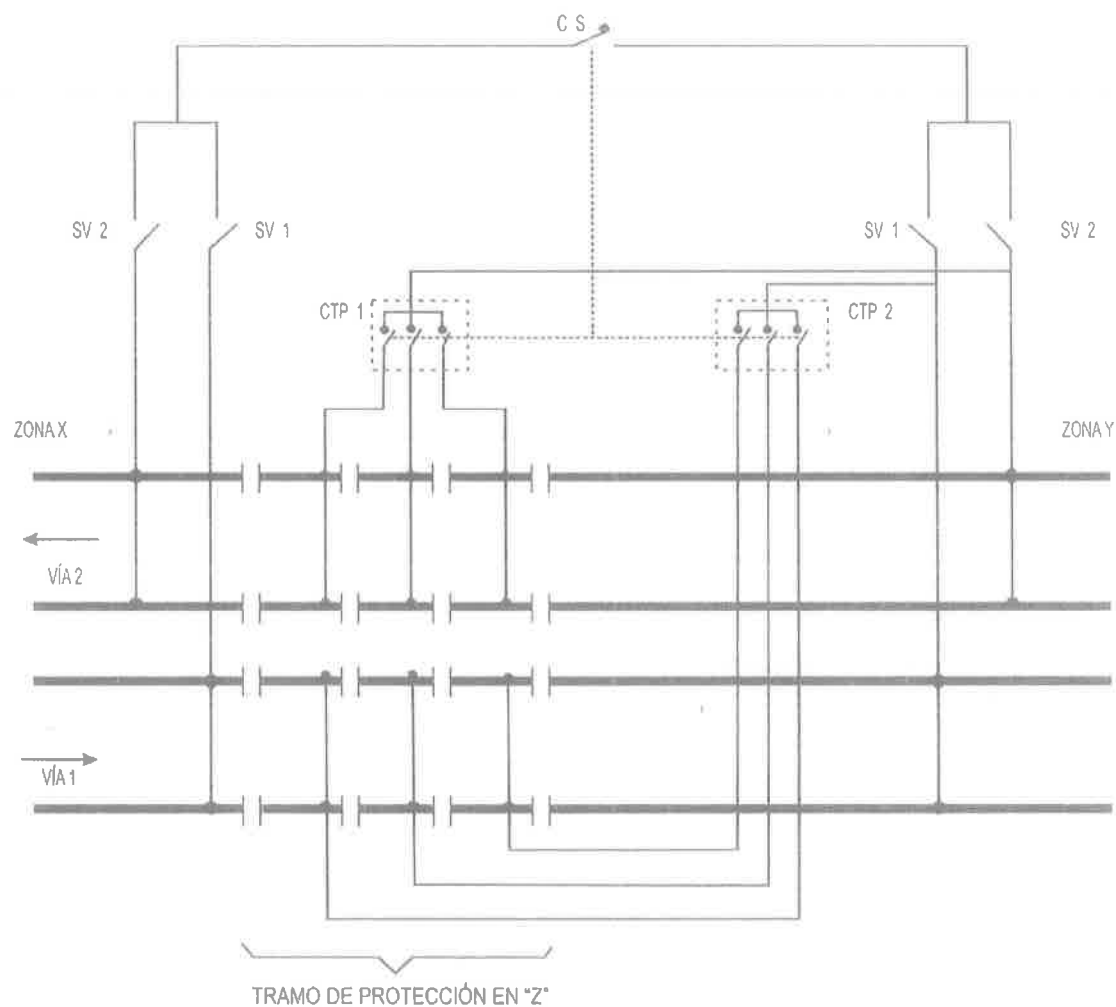

IMAGEN 10
Llegan a la interestación Hidalgo- Bellas Artes de donde 2 cables van de Hidalgo a Cuatro Caminos un cable alimenta las SEAF's de vía 1 y el otro las SEAF's de vía 2, los otros 2 cables van de Bellas Artes a Tasqueña alimentando uno las SEAF's de vía 1 y el otro a las SEAF's de vía 2. (ver imagen 10)
- En una frontera de zonas, el tramo de protección es energizado por un contactor llamado Contactor Tramo de Protección (CTP), existiendo uno por vía y su funcionamiento, está subordinado al CS. (ver imagen 10)